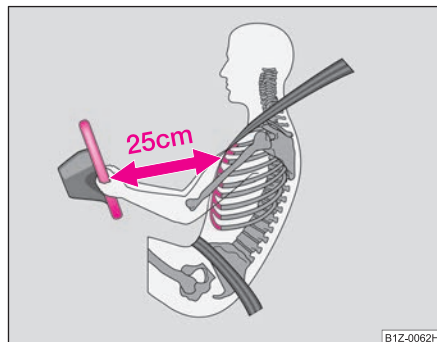

Fig. 148 Distancia de seguridad con respecto al volante
- Es importante que el conductor y el acompañante mantengan una distancia mínima de 25 cm con respecto al volante o al tablero de instrumentos ⇒ fig. 148. Si no respeta la distancia mínima, el sistema de airbag no podrá protegerle - ¡Peligro de muerte! Además, los asientos delanteros y los reposacabezas siempre deben estar correctamente ajustados a la estatura del ocupante.